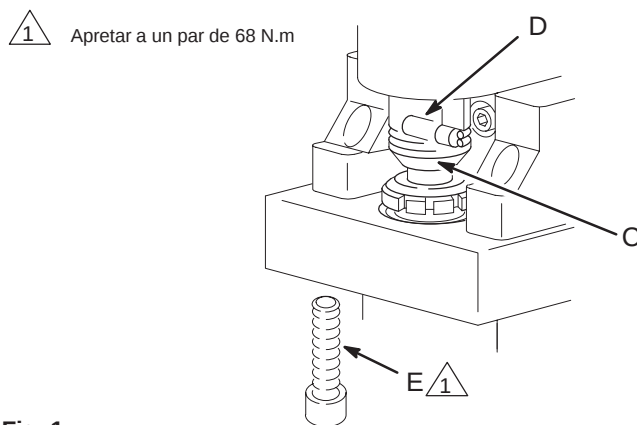

Fig. 1
2. Separe el muelle de retención (C). Extraiga el pasador de la varilla de conexión de la bomba (D). Vea la Fig. 1.
3. Saque los tornillos de montaje de la bomba (E) utilizando la llave suministrada con su pulverizador. Vea la Fig. 1. Ahora la bomba está desconectada.
4. Levante y seque el interior de la tolva (1).
6. Afloje la pieza de conexión (A) de la válvula de drenaje y gire la manguera de drenaje aproximadamente de la forma ilustrada. Apriete firmemente la pieza de conexión.
8. Enrosque el tubo nuevo (3) en la bomba de forma que quede perfectamente dirigido hacia adelante.
9. Vuelva a instalar la bomba. Vea la Fig. 1.
10. Cerciórese de que la junta tórica (4) está colocado y después atornille firmemente la tolva (1) en el tubo.
11. Cerciórese de que el tamiz (2) (vea el diagrama de las piezas) está colocado en la parte inferior del interior de la tolva. Consulte el diagrama de las piezas de la cubierta de este manual.